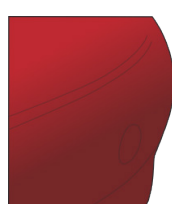

Abbildung 21
- › Die Verklebung ist beendet. (Abb. 21)